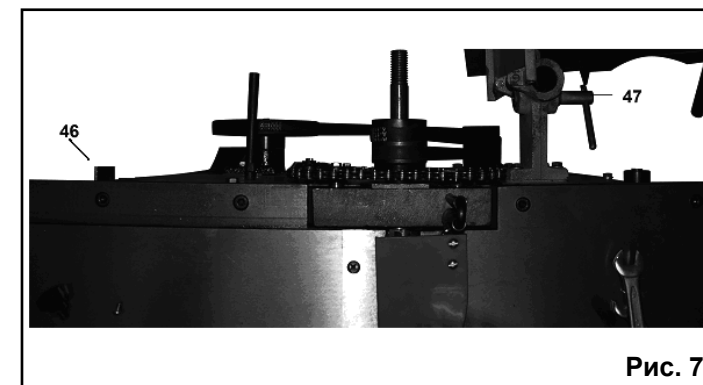

Рис. 7
ложением кронштейна (46), Рис.7, 13.